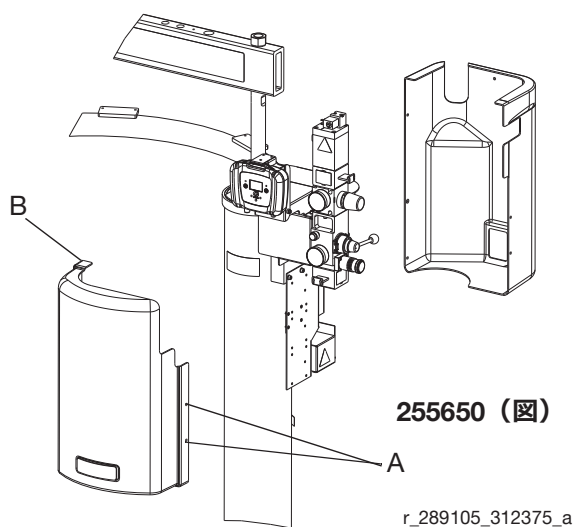

図 1
2. 側板の取り外し。図 1 を参照してください。
5. 背面カバーを 2 ボタンインターロックアセンブリ (130) から取り外します。